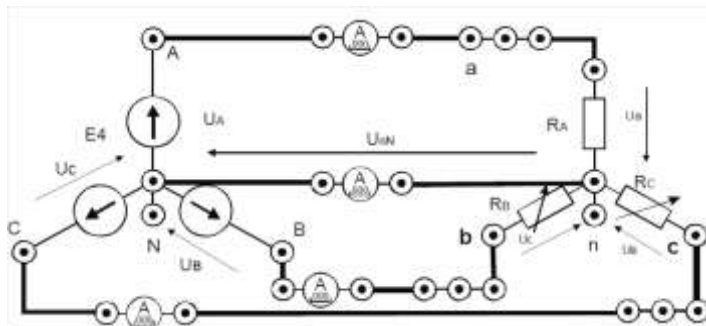

Рисунок 9 – Схема трехфазной электрической цепи
3. Собрать симметричную четырехпроводную трехфазную электрическую цепь (рис. 9). В качестве амперметров использовать цифровые приборы в режиме измерения переменного тока (тумблер режима работы приборов в позиции «~»). В качестве потребителей RA, RB, RC использовать резисторы R17, R18, R19, установив соответствующие тумблеры в позицию «1». Представить схему для проверки преподавателю.